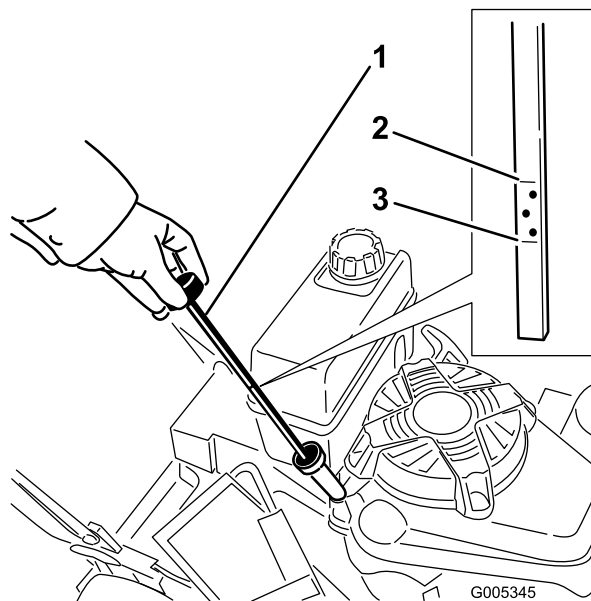

Рисунок 12
2. Очистите область вокруг отверстия для измерительного щупа (Рисунок 12).
6. Определите уровень масла по отметкам на щупе (Рисунок 12).
Перед каждым использованием машины убедитесь в том, что уровень масла находится между отметками Add (Добавить) и Full (Полный) на щупе (Рисунок 12).